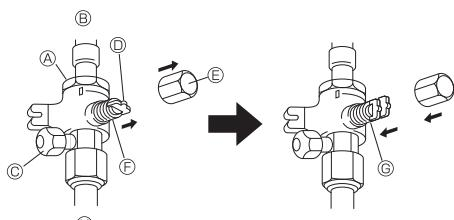
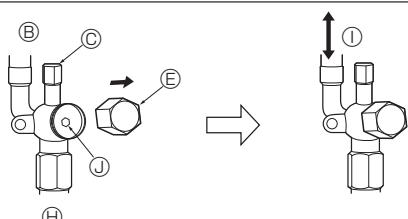

Fig. 4-7
Fig. 4-8
- (1) Lado de gas (Fig. 4-7)
- ① Quite la tapa, tire de la manivela hacia usted y gire 1/4 de vuelta hacia la izquierda para abrir.
- ② Cerciórese de que la válvula de parada esté completamente abierta, empuje la manivela y enrosque la tapa en su posición original.
- (2) Lado de líquido (Fig. 4-8)
- ① Abra la tapa y gire la varilla de válvula hacia la izquierda hasta su tope, utilizando una llave hexagonal de 4 mm [3/16"]. Deje de girar cuando llega al tope.
- ② Cerciórese de que la válvula de parada esté completamente abierta y enrosque la tapa en su posición original.